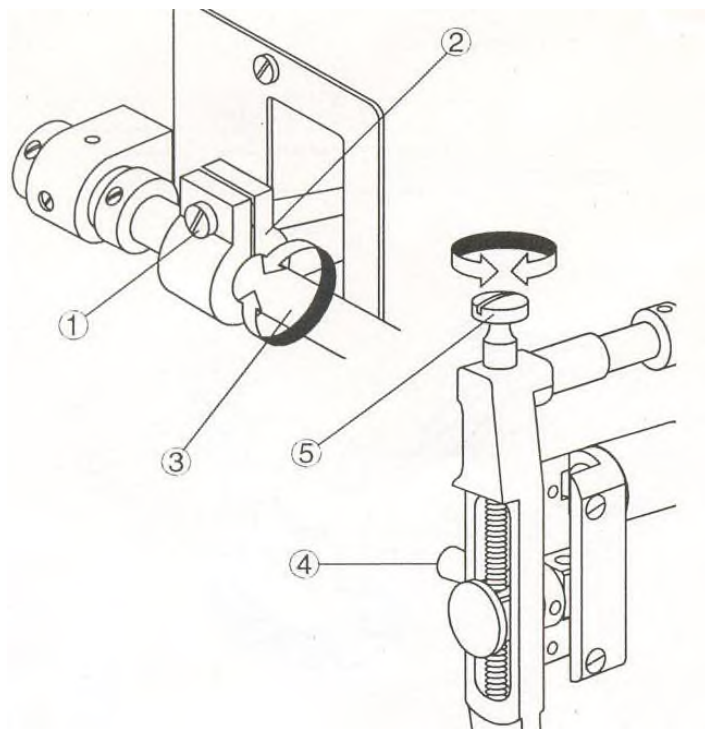

Рис. 16
19. Регулировка тактирования верхней подачи материала (Рис. 16)
с. Для TW1-273, ослабьте винт 4, поверните червяк 5 в направлении, показанном на Рис. 16, затем затяните винт 4.